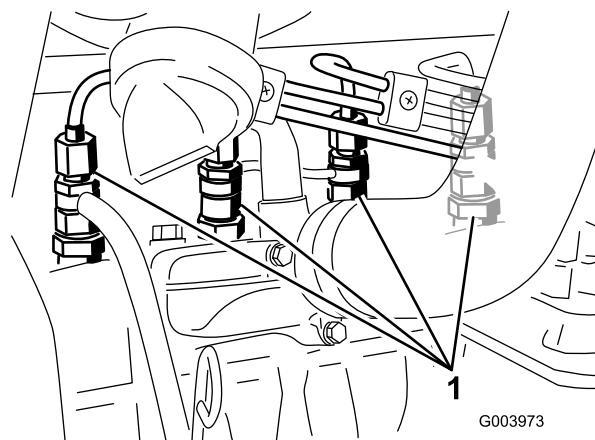

Figura 44
1. Liberte a tubagem que se encontra ligada ao injector nº 1 e à estrutura de suporte da bomba de injeção (Figura 44).